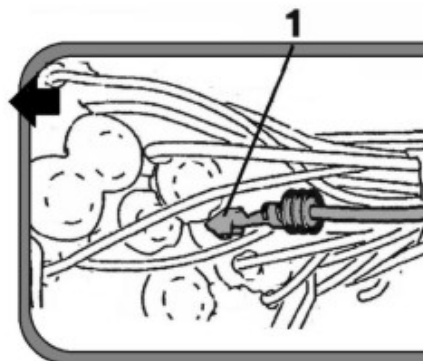

Bild 2.
8. Montera kabeln (svart/vit) i kabelsatskontakt XE1 (*bild 2*)